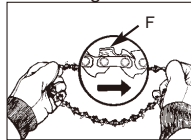

Fig. 3D
7. Lägg ut kedjan med kedjans skäreppor (F) vända i ROTATIONSRIKTNINGEN (Fig. 3D).